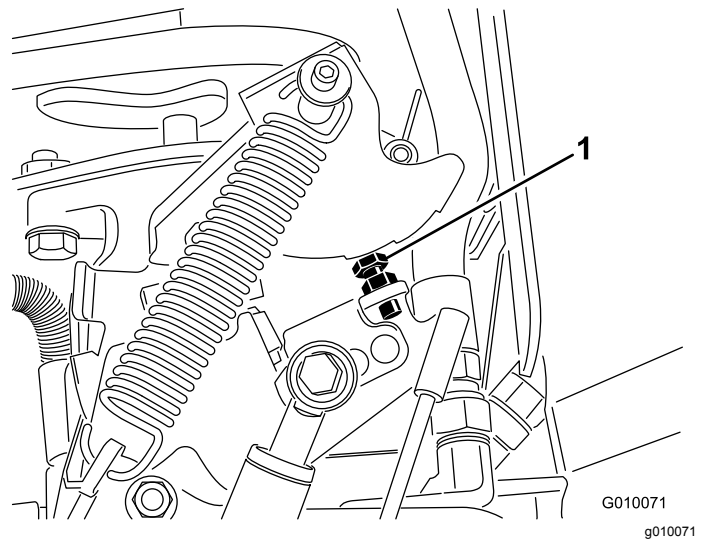

Figure 67
6. Si un réglage est nécessaire, vissez le boulon de butée de la pompe (Figure 67) pour le rapprocher de la plaque de butée et réduire l'espacement des trous ou dévissez-le pour l'éloigner de la plaque de butée et augmenter l'espacement des trous.